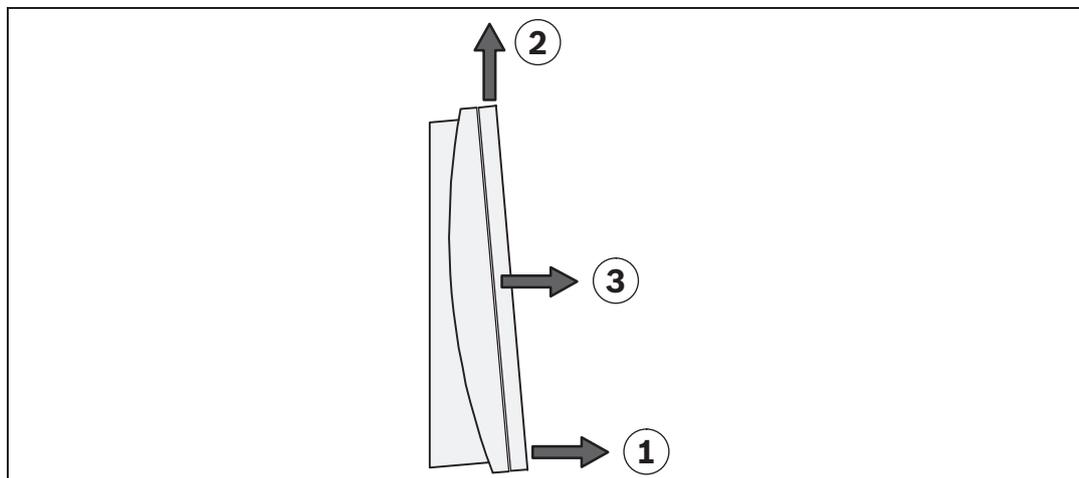

Figura 4.3: Extracción de la tapa de la carcasa
4. Afloje los tornillos de la carcasa y retire la tapa de la carcasa (consulte la *figura 4.3*):
- Separe la tapa 1 cm aproximadamente por su parte inferior (1).
- Levante la tapa ligeramente hacia arriba (2).
- Extraiga la tapa (3).